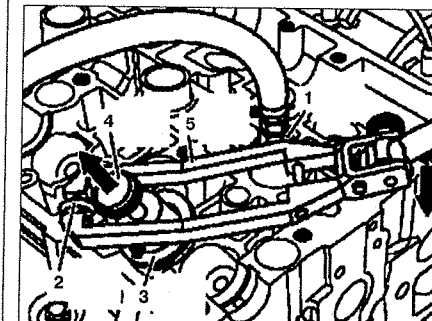

**Рис. 2.44. Установите пружину и фиксатор пружины.**
14. Установите пружину 8 и фиксатор пружины 7 (см.рис.2.44).